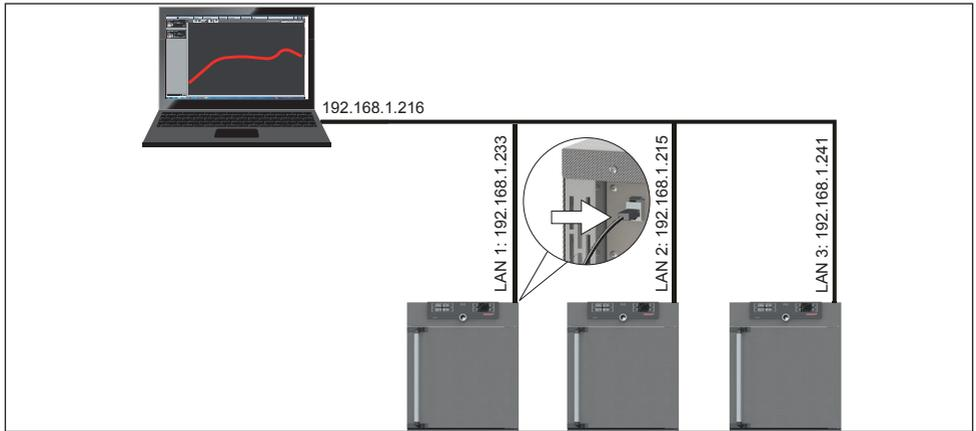

Abb. 23 Betrieb mehrerer Geräte in einem Netzwerk (schematisches Beispiel)
3. Gerät am Hauptschalter ausschalten (Abb. 23).